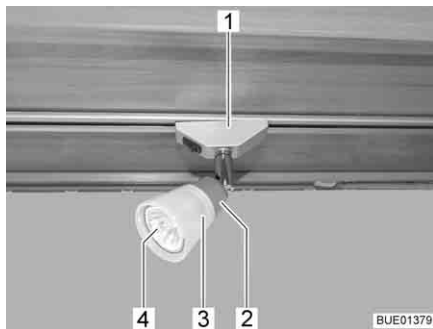

Bild 270 Halogenspotlight (förskjutningsbar)
- Vrid halogenspotlighten (Bild 270,1) 90° och ta av den från skenan.
- Vrid lampskärmen (Bild 270,3) moturs.
- Dra försiktigt av lampskärmen med halogenlampa (Bild 270,4) från sockeln (Bild 270,2).